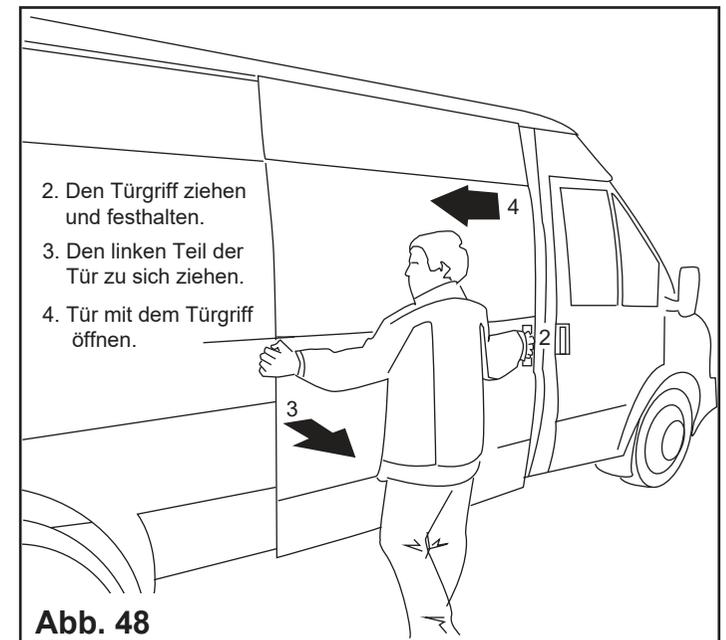

Abb. 48
2. Den Türgriff ziehen und festhalten, **Abb. 48.**
3. Den linken Teil der Tür zu sich ziehen, **Abb. 48.**
4. Die Tür mit dem Türgriff nach links öffnen, **Abb. 48.**